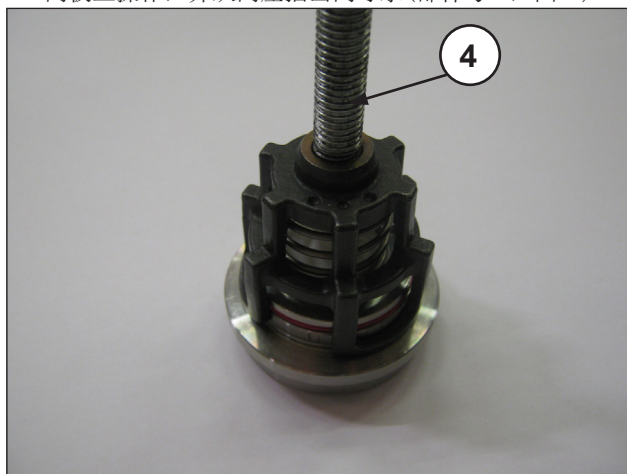

图17
- 拆除吸油和输油阀组，拧紧一个螺丝M10，长度足以在阀板上操作，并从阀座抽出阀导承(部件号④，图17)。